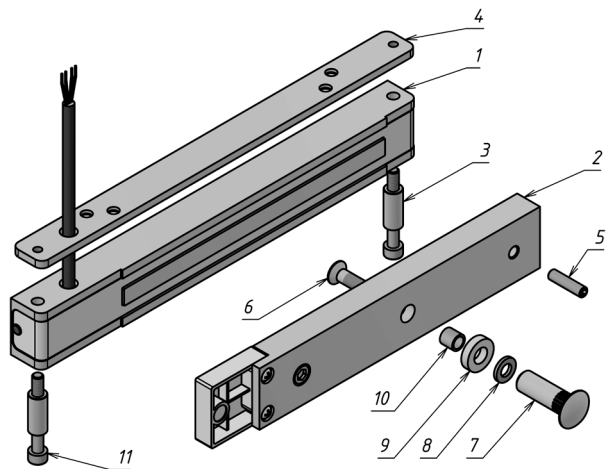

Рисунок 1 – Комплект поставки замка
3.1 Комплект поставки (рисунок 1):
- корпус (1).....- 1 шт.
- якорь (2).....- 1 шт.
- втулка (3).....- 2 шт.
- планка резьбовая (4).....- 1 шт.
4.5 Винт крепления якоря (поз.6 рис.1) необходимо затянуть с